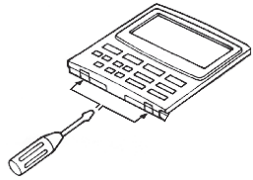

Fig. 3-116
- Retire a tampa do telecomando com fio opcional. (Fig. 3-116)